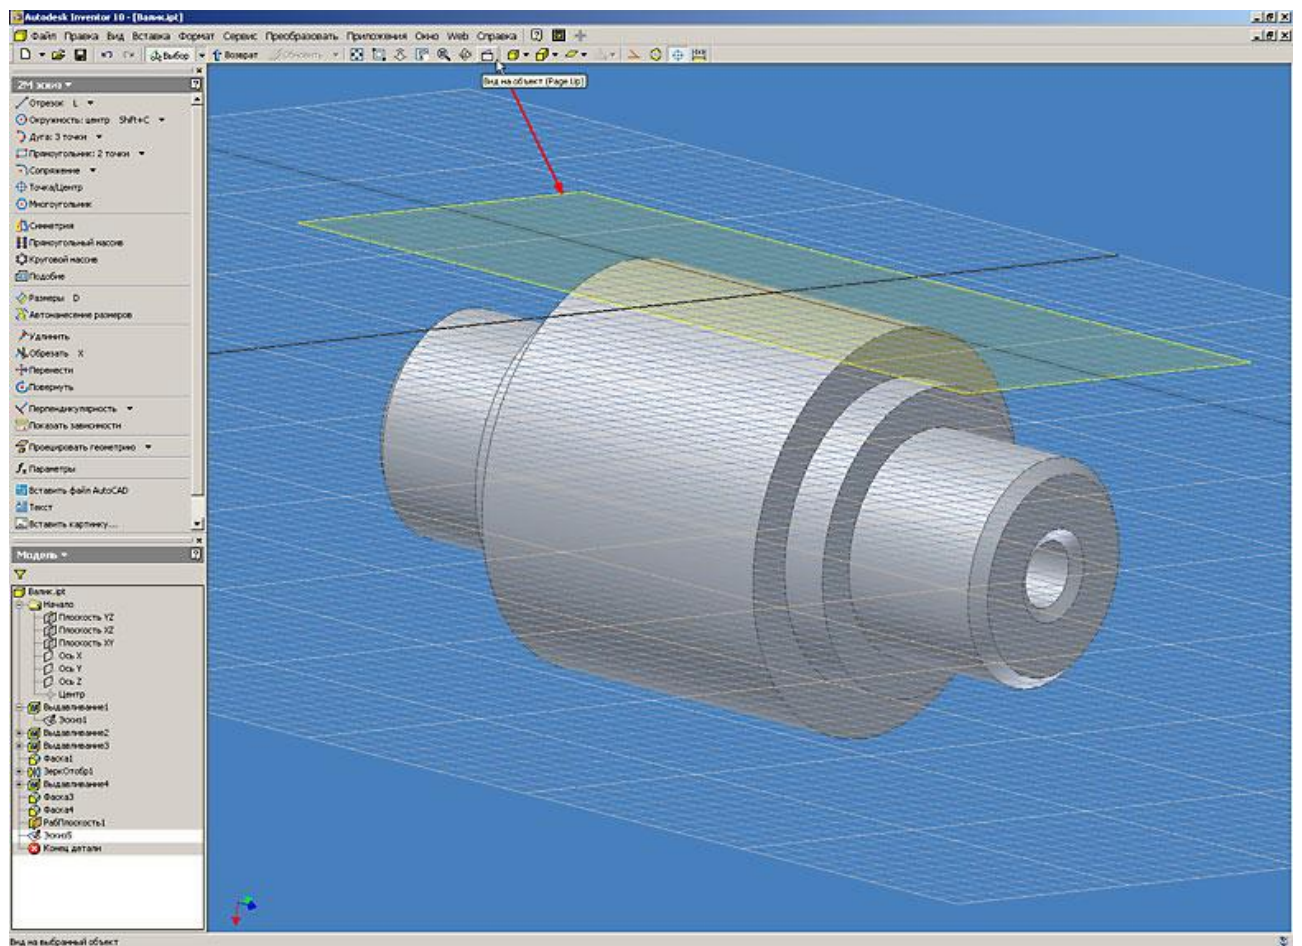

Рис. 14. Autodesk Inventor. Работа с конструктивными элементами (выдавливание)
14. Для удобства построения эскиза меняем точку обзора. Для этого в основной панели инструментов выбираем команду “видимость на объект” и указываем на плоскость эскиза (рис. 14).